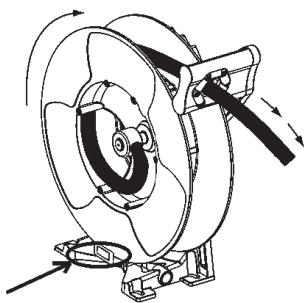

FIG 11.
1. Pull the hose out 3m (10 feet) and let the hose get latched (Fig. 11). Remove the hose guide mounted on the bracket as indicated in Figure 11.
1. Dra ut 3 m av slanggen och spärra rullen (Fig. 11). Ta bort slangstyrningen på fästet (markerad i Fig. 11).